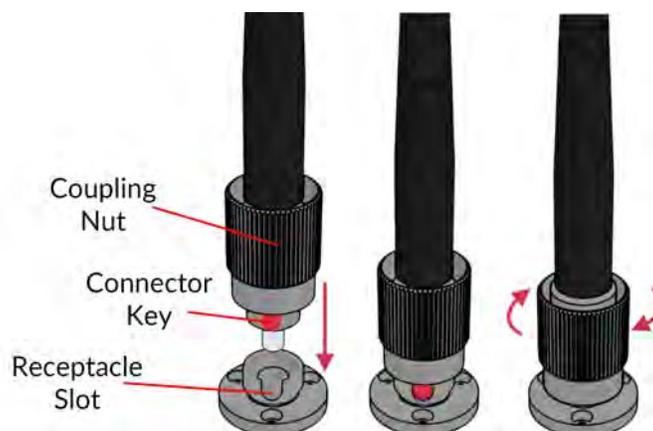

Figure 2.3 : Connecteur FC, Installation de la fibre
- b) Avec un connecteur FC, la clé du connecteur doit être orientée de manière à entrer dans la fente du réceptacle pour assurer une connexion adéquate (Fig. 2.3).